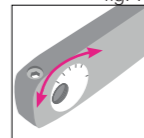

fig. 8
2. Ruotare il regolatore fino alla lunghezza desiderata (fig. 8).